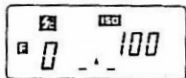

Fig. 14
① Appuyer sur la touche ISO, et une valeur de sensibilité du film est affichée (Fig. 14).
② Régler la sensibilité du film utilisée en pressant la touche Up ou Down pendant que l'on maintient enfoncée la touche ISO. Si l'on appuie sur la touche Up, la vitesse augmente ; si l'on appuie sur la touche Down, elle diminue. Si l'on maintient enfoncée la touche Up/Down pendant plus d'une seconde, la vitesse changera continuellement.